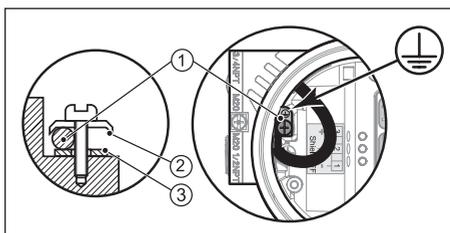

Fig. 4.1 Raccordements de fils de terre
- * **Si nécessaire, monter le fil de terre (1) entre l'anneau supérieur (2) et l'anneau inférieur (3) du raccordement de fil de terre (voir la figure 4.1).**